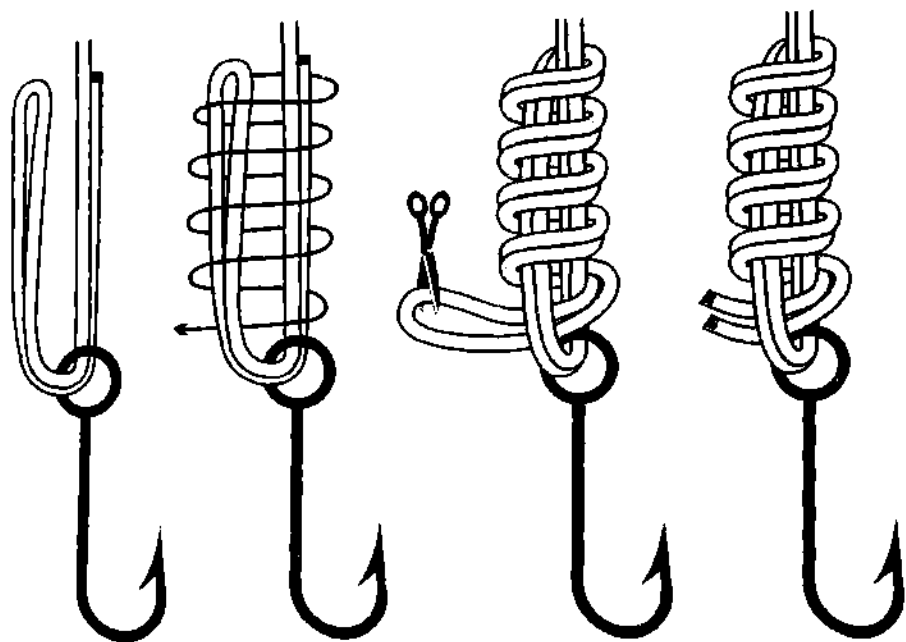

Рис. 715. Спиннинговый узел, завязанный сдвоенным концом.
**Спиннинговый узел** широко рекламируется фирмами-производителями приманок, как наиболее надёжный для крепления блёсен. У **спиннингового узла** шлагги кладутся сверху вниз, в отличие от **ушкового узла**, у которого шлагги ложатся снизу вверх (рис. 714). Ходовой конец обматывается вокруг основной лески и самого себя 3-6 раз и пропускается под шлагги. Надёжность **спиннингового узла** со шлагом составляет более 95%. **Спиннинговый узел**, связанный вдвое сложенным концом, используется для крепления приманок к плетёным шнурам (рис. 715).